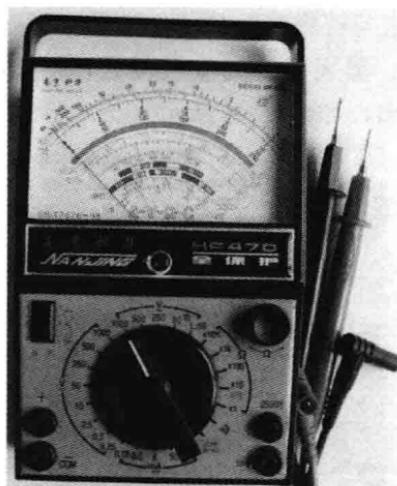

图 3-8 转换开关置于交流电压的最高挡
(6) 测量完毕, 将转换开关置于空挡 (“.” 挡) 上或交流电压最高挡, 拔出红、黑两表笔, 如图 3-8 所示。